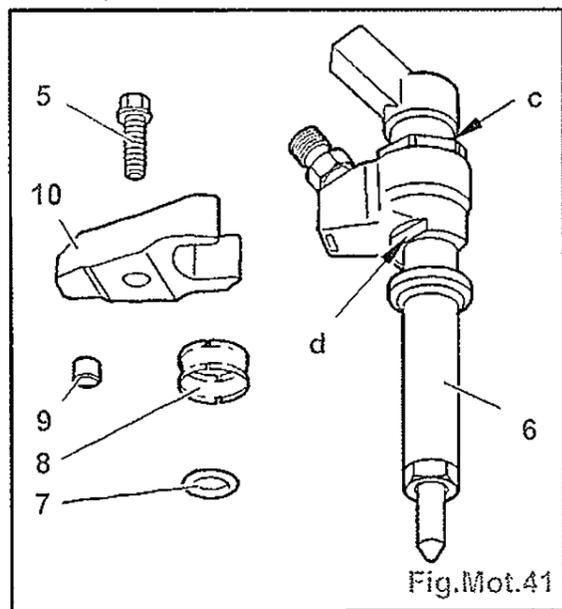

Fig.Mot.41
- Déposer (Fig.Mot.41) :
- les vis (5),
- les brides (10),
- les injecteurs (6),
- les bagues d'étanchéité (8),
- les joints (7),
- les grains d'appuis (9).
- serrer les vis (5) (Fig.Mot.41) à  $3 \pm 0,3$  m.daN; à l'aide des outils [1], [3] et [5] (Fig.Mot.39),
- serrer les vis (5) (Fig.Mot.41) à  $3 \pm 0,3$  m.daN; à l'aide des outils [1], [3] et [5] (Fig.Mot.39).